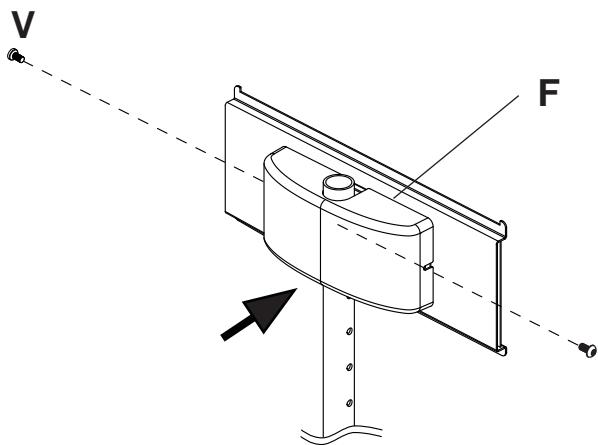

FIGURA 6.1
- 6 Coloque la cubierta superior (**F**) a la placa adaptadora de apoyo (**Q**) con dos M5 x 10 mm tornillos de cabeza hueca pasador (**V**) como se muestra en la figura 6.1.